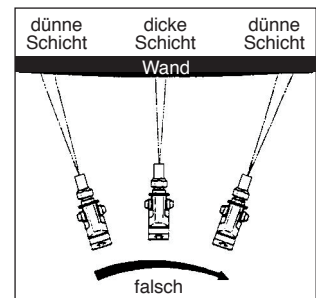

Abb. 61: Nicht wedeln!
- Achten Sie auf gleichmäßige Geschwindigkeit und führen Sie die Spritzpistole parallel zur Beschichtungsfläche. Wedeln mit der Spritzpistole führt zu ungleichmäßiger Beschichtung (siehe Abb. 61).